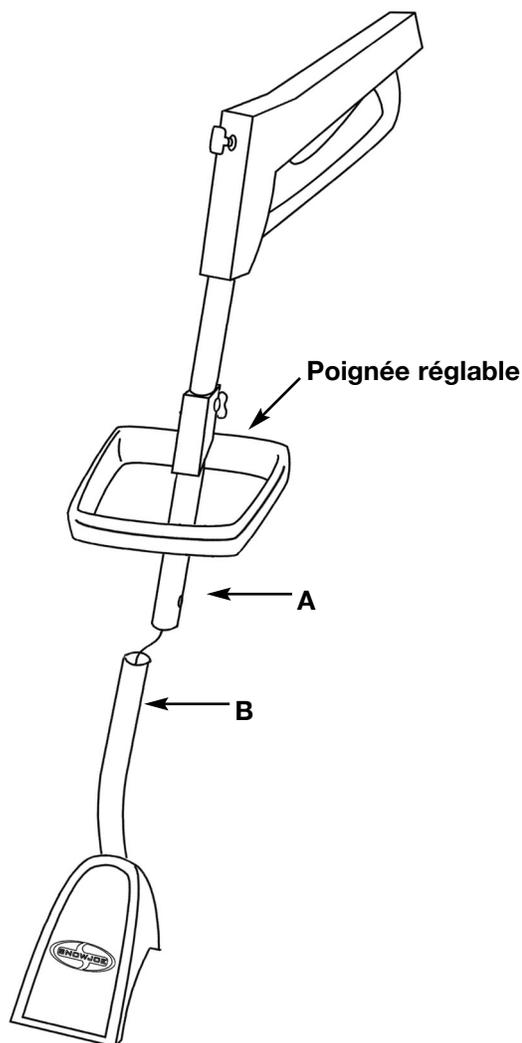

Figure 2
2. Faites glisser le tube inférieur (B) dans le tube supérieur (A) (figure 2).